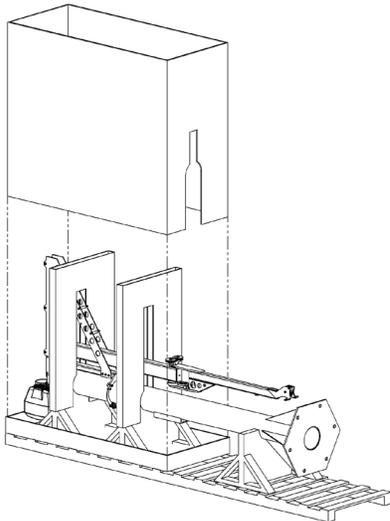

Fig. 2B. Rimozione dell'involucro di imballaggio.
- 2.2 Rimuovere l'involucro esterno (**fig. 2B**).